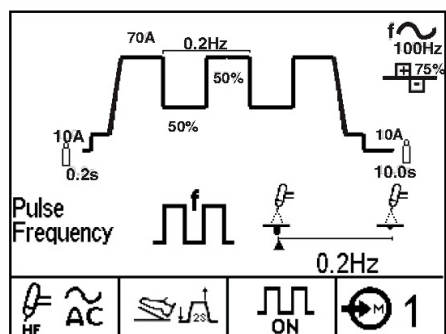

Figure B.4c
- Puls TIG zie Figure B.4c
2. Het **Lasprocedure diagram** toont de verschillende lasparameters die geselecteerd en ingesteld kunnen worden. Als de drukknop / Encoder kort gedrukt wordt, wordt er een driehoekige indicator zichtbaar die aangeeft welke parameter aangepast kan worden. Somige parameters zoals de AC frequentie hebben een extra icoon in het display wat aangeeft wat het effect van deze parameter heeft op de de lasboog en het lasbad. Als deze parameters aangepast worden beweegt een indicator tussen het minimum en maximum icoon om het relatieve effect van de parameter aan te geven. Zie ook het voorbeeld met Puls Frequentie zoals hierboven in Figuur B.4c. Zie Tabel B.1 voor een overzicht van alle symbolen / iconen.